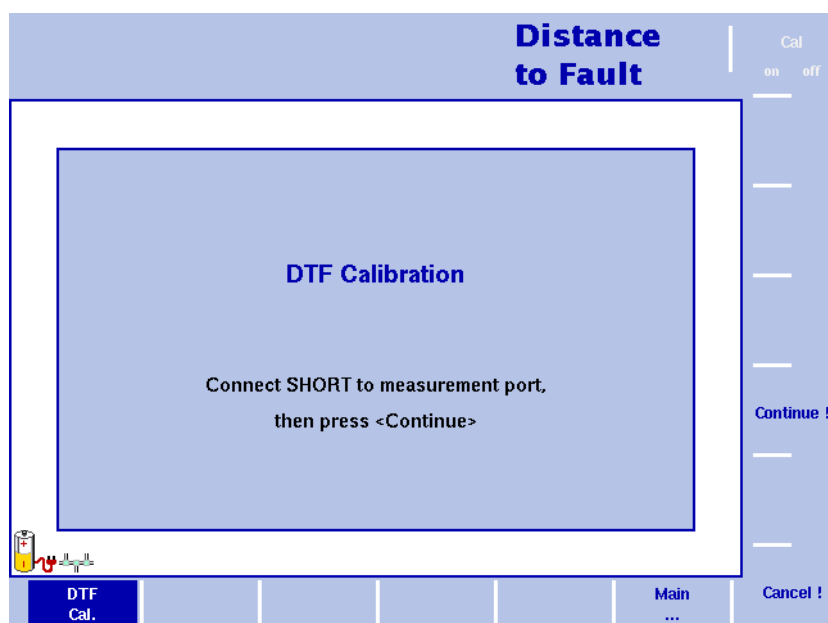

Figure 10 Menu DTF Calibration (Calibrage DTF)
- 3 Le 9102 vous accompagnera à travers le processus de calibrage via des messages sur l'écran comme l'indique la Figure 10. Comme l'invite l'indique, connectez le kit de calibrage au câble d'extension de port test et appuyez sur **Continue** (Continuer). Vous pouvez éviter le processus de calibrage en appuyant sur la touche programmable **Cancel!** (Annuler !).